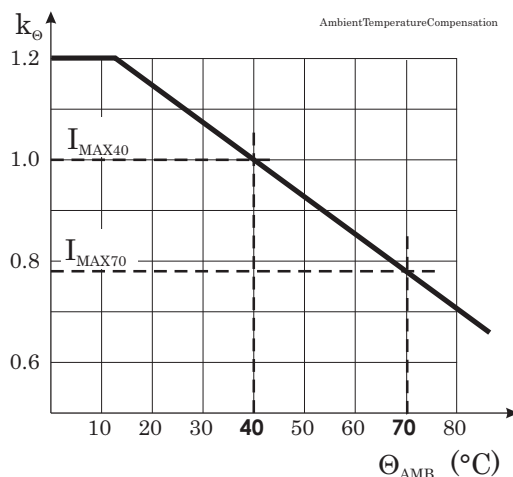

Рисунок 2.18-1 Коррекция по окружающей температуре для ступени T> тепловой защиты.
- $k_{\Theta}$  = Коэф-т температуры окружающей среды (Допускаемый ток, соответствующий температуре окружающей среды) Рисунок 2.18-1.
Коэффициент, компенсирующий величину окружающей температуры  $k_{\Theta}$ , зависит от окружающей температуры  $\Theta_{AMB}$  и уставок  $I_{MAX40}$  и  $I_{MAX70}$ . См. Рисунок 2.18-1. Окружающая температура не учитывается когда  $k_{\Theta} = 1$ . Это верно для: